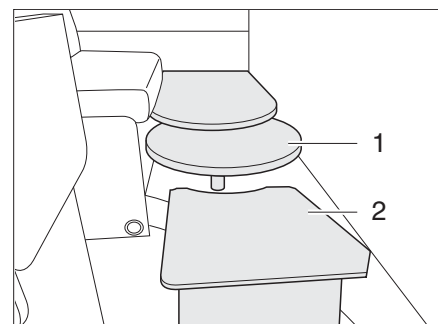

Bild 35 Bettverlängerung (Zusatzbett)
- Die Bettverlängerung (Bild 35,2) für Zusatzbett auf die Tischplattenverlängerung (Bild 35,1) stellen.